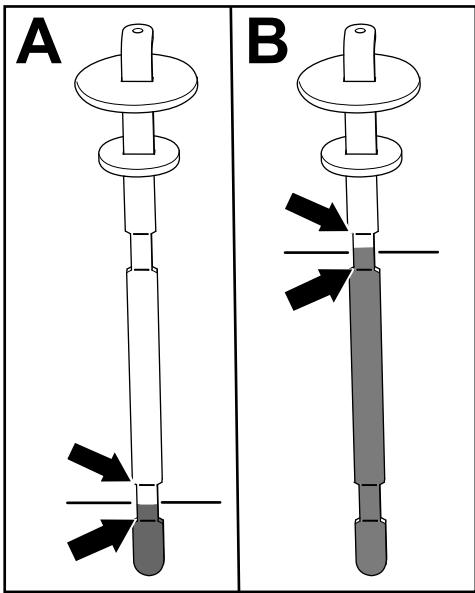

Figure 85
5. Ressortez la jauge et vérifiez le niveau de liquide (Figure 85).
- Si l'unité de coupe est montée sur la machine : le niveau de liquide hydraulique est correct quand il se situe entre les 2 repères inférieurs sur la jauge (A de la Figure 85). Il est également acceptable que le niveau de liquide dépasse les repères inférieurs.
- Si le kit flexible d'outil à entraînement hydraulique est monté sur la machine : le niveau de liquide hydraulique est correct quand il se situe entre les 2 repères supérieurs sur la jauge (B de la Figure 85).